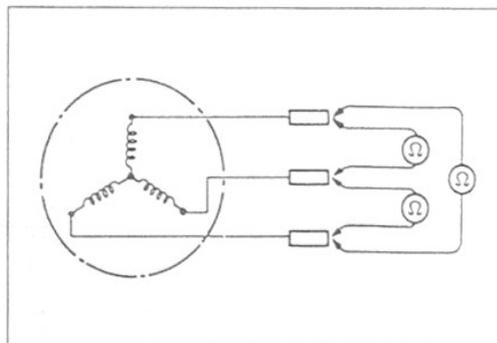

Bild 82
- Ladespulen des Generators sind in Ordnung, wenn kein Masseanschluss besteht und Stromdurchgang (Sollwert 0,50 bis 0,78) zwischen gelben Kabeln besteht, die über 3-Pol-Stecker mit Regler / Gleichrichter verbunden sind (Bild 82).